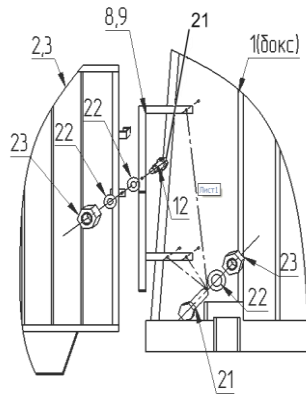

Рис.4 Схема установки кронштейнов крепления боковин металлического ограждения и боковин ограждения к боксу
1. В передней части бокса (1) закрепить кронштейны правой (8) и левой (9) боковин ограждения с помощью крепежных деталей – (21, 22, 23,) в отверстия в передней части бокса.
К кронштейнам (8) и (9) прикрепить правую (2) и левую (3) боковины ограждения (Рис.4) с помощью болта М8х25(21), втулки (12) и крепежных деталей (22; 23).
Втулка (12) надевается на болт М8х25(21) и вставляется в отверстие на выступе задней стойки бокового ограждения. Затем надевается шайба (22) и болт вставляется в паз по центру кронштейна (8) или (9). Надевается вторая шайба (22) и накручивается гайка (23). Вертикальная планка кронштейна 8,9 крепления боковины при этом должна зайти в зацепление с верхней скобой на задней стойке боковины (Рис.4)